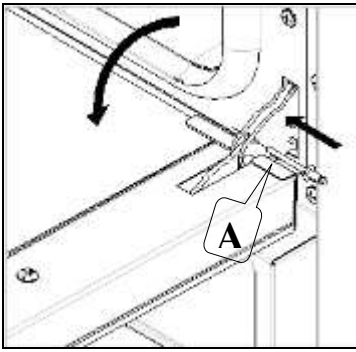
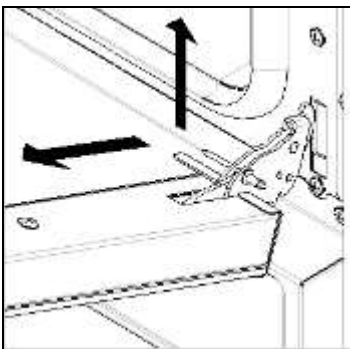
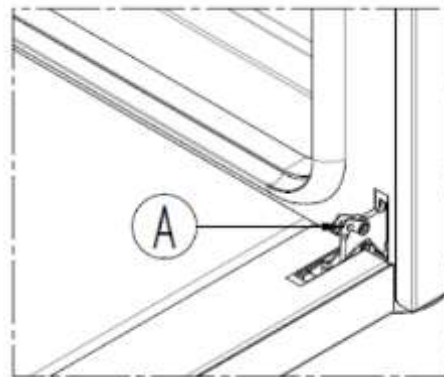
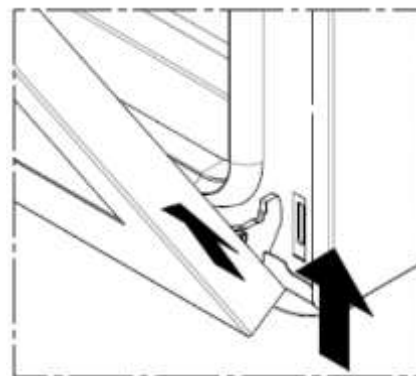

Fig. 5
Fig. 6
Fig. 7
Fig. 8
| <ul style="list-style-type: none"> <li>- die Tür ganz öffnen;</li> <li>- die Ringe mitgelieferten Bolzen in die Löcher (A) stecken die sich auf den zwei Scharnieren befinden (Abb. 5);</li> <li>- die Tür etwas heben und herausziehen (Abb. 6)</li> <li>- die Türe auf umgekehrte Weise in den</li> </ul> | <ul style="list-style-type: none"> <li>- die Tür öffnen;</li> <li>- den beweglichen Teil des Scharniers „A“ (Abb. 7) komplett drehen;</li> <li>- die Tür langsam bis zur mechanischen Blockierung schließen, anheben und entfernen (Abb. 8).</li> </ul> |